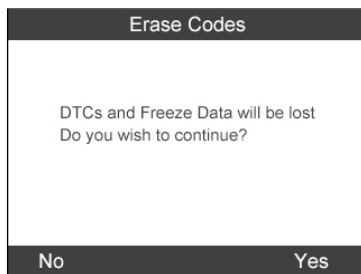

Рисунок 4.28
- 2) На экране сканера отобразится сообщение о необходимости подтверждения удаления. Нажмите кнопку **Yes [Да]**, чтобы продолжить, или кнопку **No [Нет]**, чтобы отказаться от выполнения удаления. (См. рисунок 4.28)